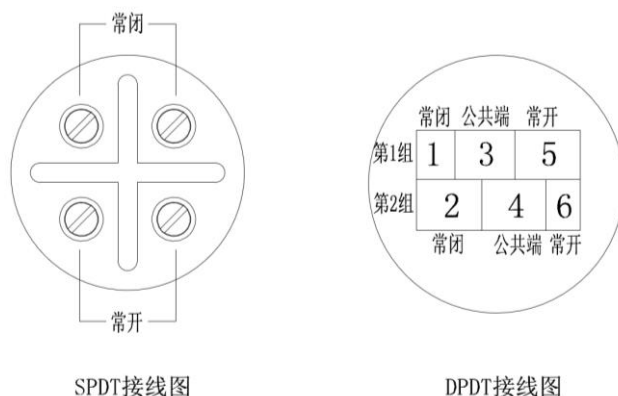

图 8 电气接线
2. 按接线图接线，请注意高报、低报开关动作相反，一定要根据接线图（见图8）连接到正确的端子上。对于SPDT形式，高报接常开，低报接常闭；对于DTDP形式，高报接常开-公共端，低报接常闭-公共端。
7.3.1 普通式浮球液位控制器，安装前用手抬起或放下浮球模拟液位升降，用万用表验证输出状态是否正确（图8输出状态均为空罐状态）